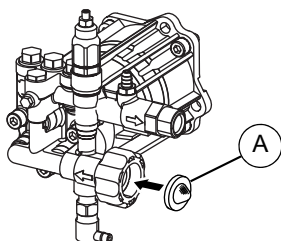

Figure 2-11. Contrôler le tamis d'admission
2. Voir Figure 2-11. Contrôler la propreté du tamis d'admission (A). Nettoyer le tamis ou le changer s'il y a lieu. NE PAS faire fonctionner la laveuse à pression si le tamis d'admission est endommagé ou manquant.